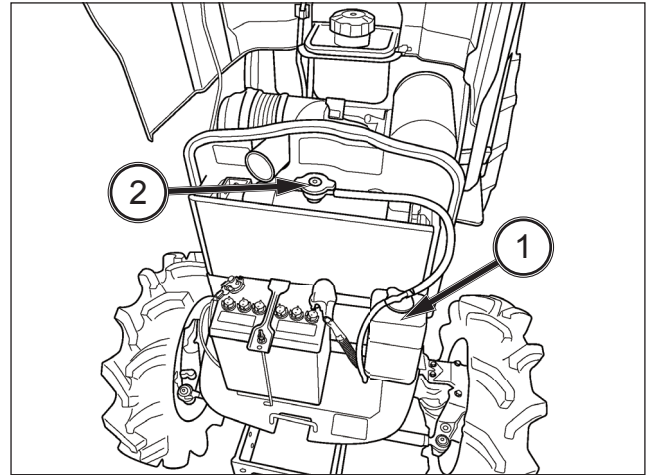

ABB. 93
ABB. 93: Kontrolle des Getriebeölstands – Traktor auf ebenem Untergrund abstellen. Den Ölmesstab (1) herausziehen. Das Öl sollte zwischen der oberen Markierung (A) und dem Ende des Messstabs (B) stehen. Öl nach Bedarf nachfüllen. Dazu den Einfüllstopfen (2) entfernen und Öl durch die Einfüllöffnung einfüllen.